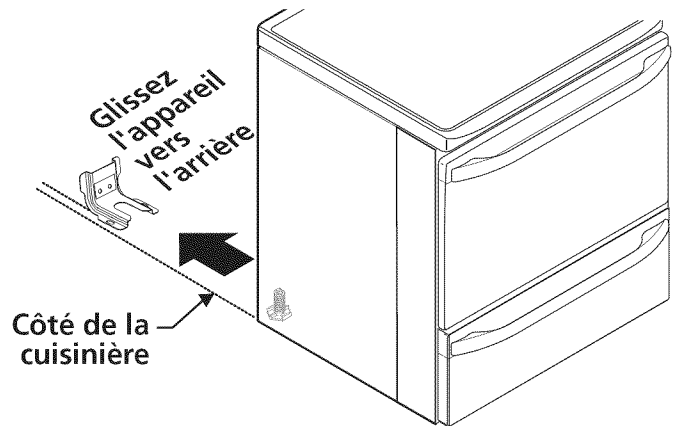

Figure 9
2. Déposez un niveau à bulle sur la grille. Prenez 2 lectures en plaçant le niveau en diagonale dans une direction, puis dans l'autre direction. Si nécessaire, ajustez les 4 vis de nivellement à l'aide d'une clé pour niveler l'appareil (reportez-vous à la figure 9).